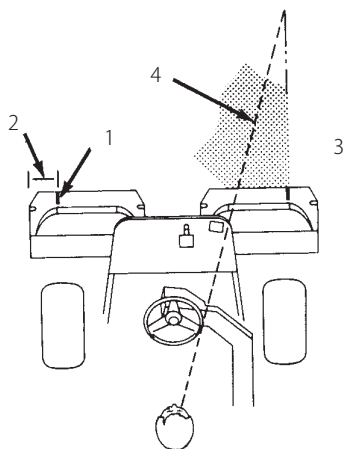

図 25
2. その位置に白色テープか白ペンキで集草箱の縁と平行に目印を入れる (図25)。
3. 行きと帰りでのオーバーラップができるだけ小さくなるように運転します。隣の列との距離を一定に保って直進するには、本機の前方約 6~10 ft. (1.8~ 3 m) を視野に捕らえておくのがポイントです (図25, 26)。ハンドルを目印にして距離を合わせても良いでしょう。その場合、ハンドルの縁と本機前方の目標ラインとを重ねて見ながら運転します (図25, 26)。